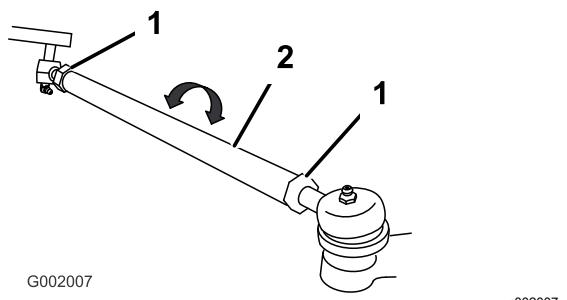

Bild 51
5. Wenn der Wert nicht im angegebenen Bereich liegt, lösen Sie die Klemmmuttern an beiden Ende der Spurstangen (Bild 51).